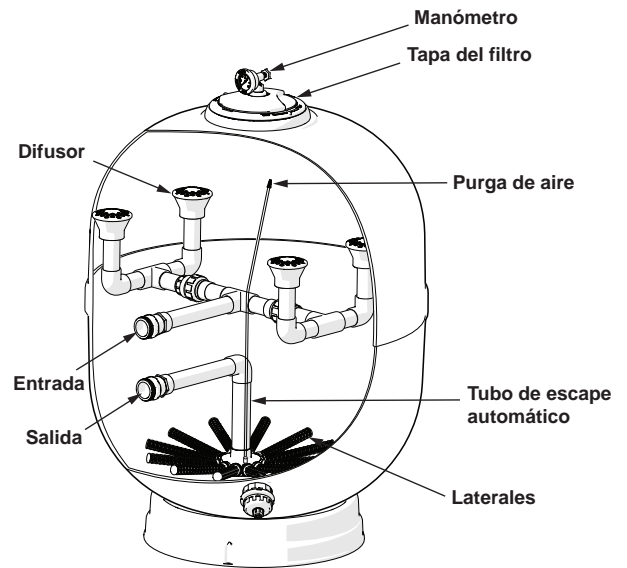

Figura 6. Alivio automático de aire
9. Verifique para asegurarse de que la tubería de ventilación esté posicionada correctamente en el tanque. Consulte la Figura 6.